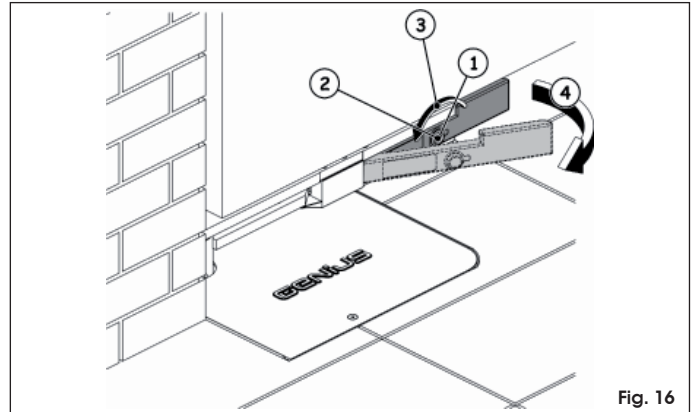

Fig. 16
- ouvrir le capot de protection de la serrure (Fig. 16 réf. ①)
- insérer la clé de déverrouillage dans la serrure (Fig. 16 réf. ②)
- tourner la clé dans la direction du pilier jusqu'à l'arrêt (Fig. 16 réf. ③)
- tirer la clé vers soi (Fig. 16 réf. ④)